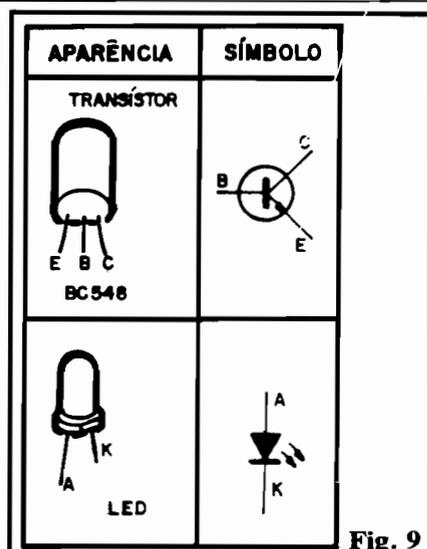

Fig. 9
- **FIG. 9** - Quem ainda for muito "tongão" na interpretação dos componentes, símbolos e terminais, pode recorrer à figura, que mostra os transístores e o LED, em aparência, representação simbólica e identificação de pinos (esses aspectos já foram exaustivamente "malhados" nas 6 "Aulas" anteriores do ABC, e já está mais do que na hora de Vocês terem decorado tudo... Logo, logo, essa "moleza" acaba...).